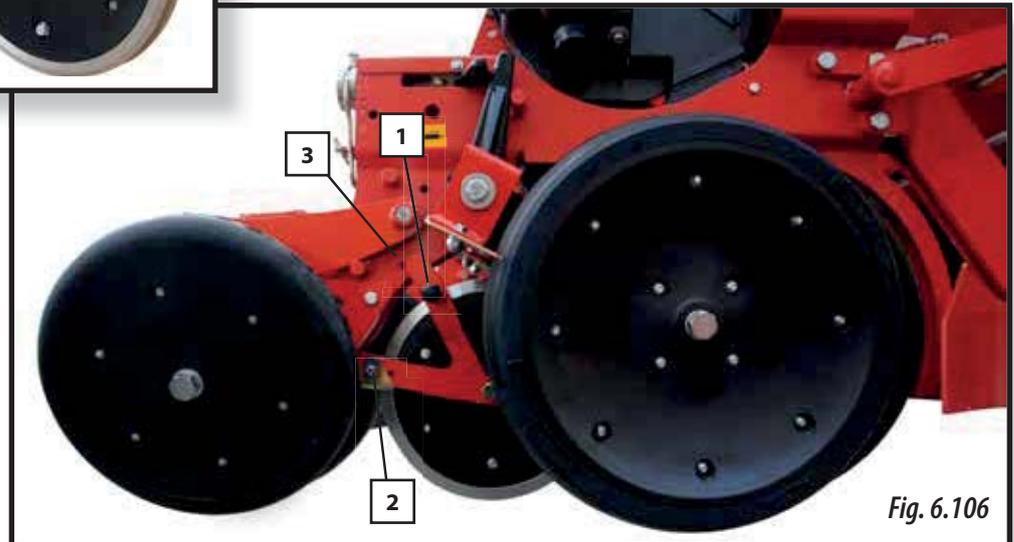
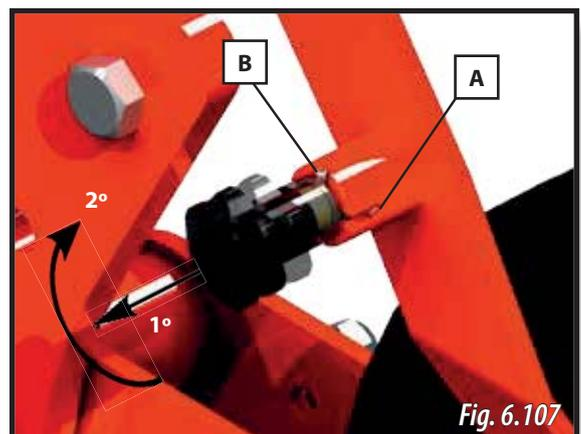

Fig. 6.106
Fig. 6.107
La rueda pisa semillas se ubican entre las ruedas para el control de profundidad y las ruedas cubre-semillas (Fig. 6.106).
IMPORTANTE: PARA QUE LA RUEDA PISA SEMILLAS TRABAJE BIEN, Y EVITAR DAÑOS EN LA MÁQUINA, ASEGURARSE QUE EL POMO (1, FIG. 6.106) SE ENCUENTRE EN LA **POSICIÓN B** ANTES DE EMPEZAR A SEMBRAR.
- 2- Tirar del seguro (1, Fig. 6.106) y situarlo en el punto de exclusión en el chasis (3, Fig. 6.106), para fijar esta posición, girar el pomo hasta para colocar el pasador en la posición A (Fig. 6.107).
Para desbloquear el elemento de la posición de exclusión, tirar del seguro (1, Fig. 6.106) y girar el pasador hasta colocarlo en la posición B (Fig. 6.107).
LOS RASCADORES DE LAS RUEDAS PISA SEMILLA SE REGULAN MEDIANTE LOS TORNILLOS (2, FIG 6.106). AJUSTAR LOS RASCADORES A UNA DISTANCIA DE 3-4 MM DE LA RUEDA (EL RASCADOR NO DEBE TOCAR LA RUEDA EN NINGÚN CASO).